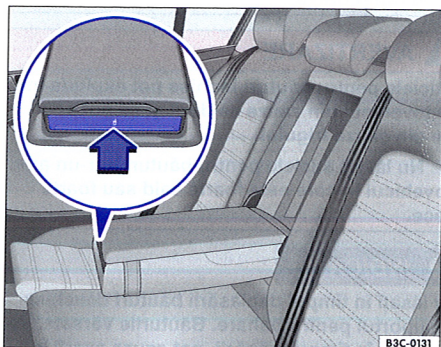

Fig. 126 În cotiera din spate: deplasarea în afară a suportului pentru pahare.
- Apăsați în sensul săgeții pe partea frontală a cotierei $\Rightarrow$ fig. 126. Suportul pentru pahare iese în afară.